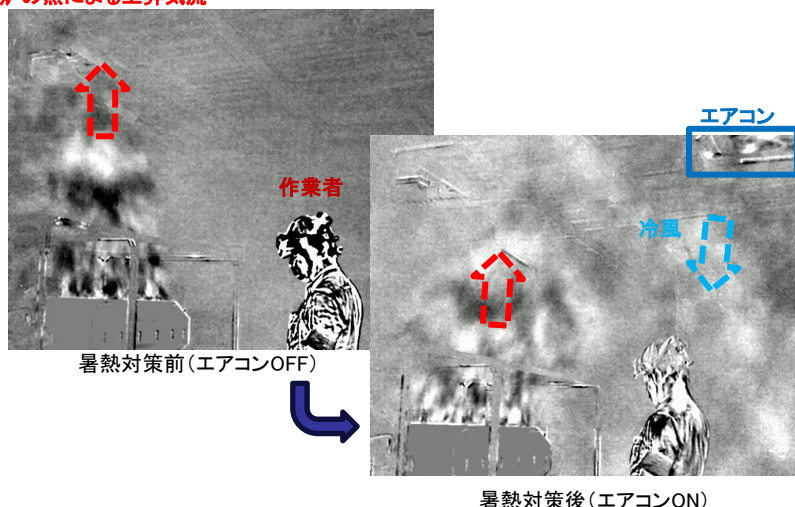
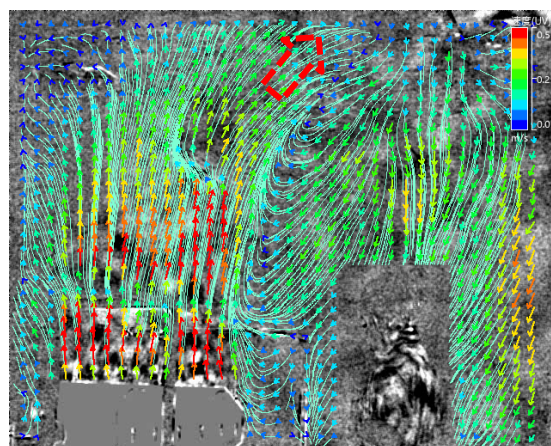

図2 気流の可視化結果(動画出力)
図3 図2の気流可視化結果(動画)のベクトル解析結果
- エアコンOFF/ON時の気流の可視化結果を図2に、エアコンON時の気流の可視化結果(動画)をベクトル解析した結果を図3に示します。気流の可視化結果(動画)より、通常は見えない気流の流れを把握でき、より効率的な暑熱対策が可能となります。